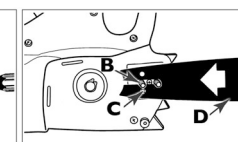

Fig. 3B
3. Plaats het uiteinde van het zaagblad met de uitsparing over de zaagbladbouten, zodat lip (B) in het onderste gat (C) van zaagblad (D) past (zie Fig. 3B)
3. Schroef (C) de spanplaat (D) op het zaagblad (Fig. 3B).
2. Houd de zaagbladneus omhoog en span de ketting door de stelschroef (F) (Fig. 3B) met een schroevendraaier of moersleutel uit uw Gebruikerskit rechtsom te verdraaien. Als u de schroef LINKSOM DRAAIT, NEEMT DE KETTINGSPANNING AF.